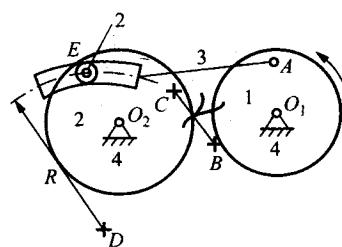

图 1-11 题 1.5.5 图
1.5.5 求出图 1-11 所示机构的自由度,用高副替代低副并拆分杆组。